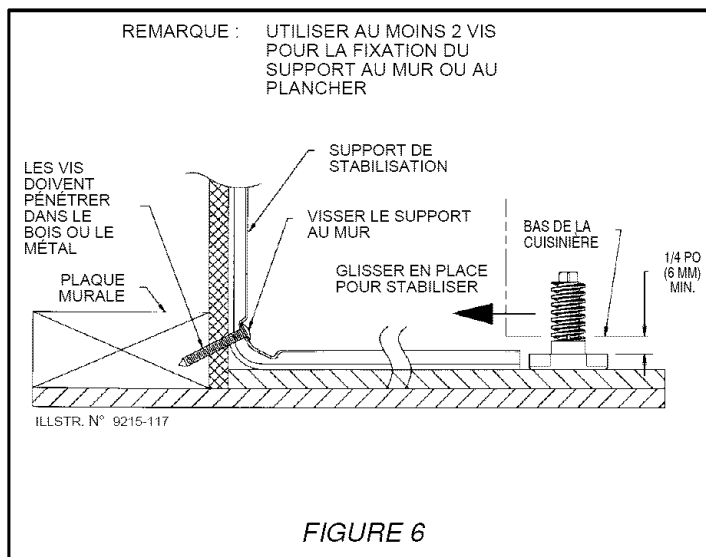

FIGURE 6
(3 mm) au centre de chaque trou (un clou ou un poinçon peut également être utilisé si une perceuse n'est pas disponible) tel qu'indiqué à la figure 6. Fixer le support de STABILISATION au mur à l'aide des deux vis fournies tel qu'indiqué à la figure 6. Passer à l'ÉTAPE 3.
- Placer la cuisinière de façon à ce qu'elle puisse entrer dans l'ouverture où elle sera encastrée et la pousser en place. S'assurer que le pied de réglage est inséré à fond dans le support de STABILISATION et que celui-ci le retient bien. Remarque : Un dégagement minimum de 1/4 po (6 mm) est exigé entre la cuisinière et le pied de mise à niveau qui va s'insérer dans le support de STABILISATION (voir figure 6).